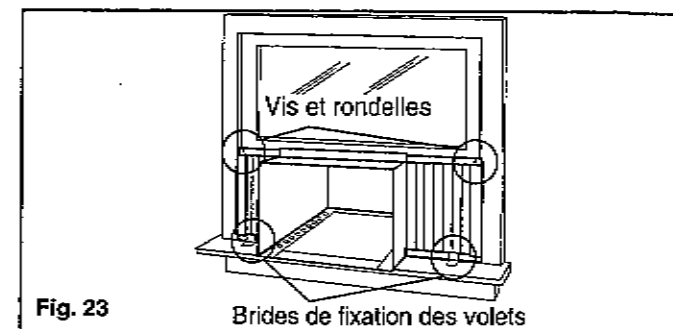

Fig. 23
- Étendez les cadres des volets (complètement) de chaque côté, et assurez le haut du cadre des volets au châssis de la fenêtre en utilisant une vis de 3/4 po et une rondelle plate sur chaque côté. Fig. 23.
- Installez la bride de fermeture sur chaque côté du cadre des volets (en bas), et fixez au rebord de la fenêtre en utilisant une vis de 3/4 po et une rondelle plate sur chaque côté. Fig. 23.